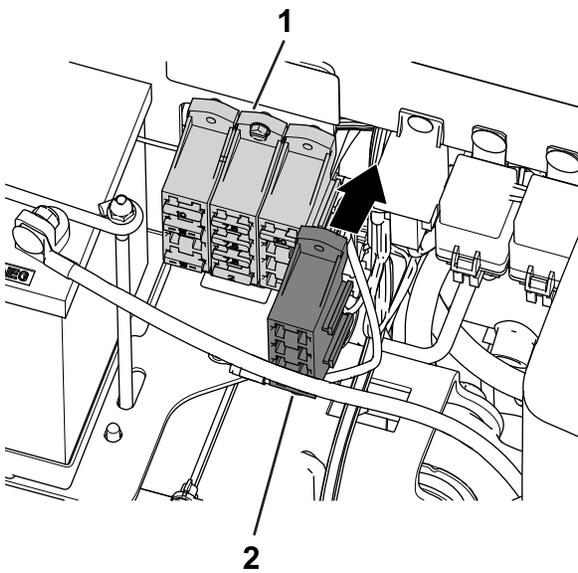

図 7
2. 機体のヒューズブロックにキット付属のヒューズブロックを取り付ける 図 7。